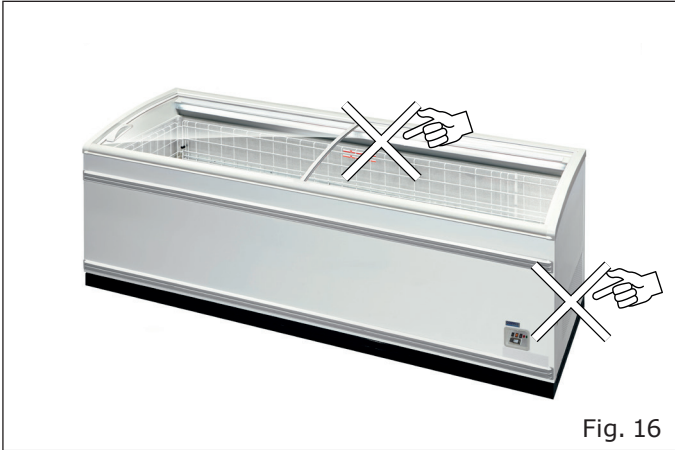

Fig. 16
- La marchandise ne bouche pas le flux d'air réfrigéré ("Fig. 16").